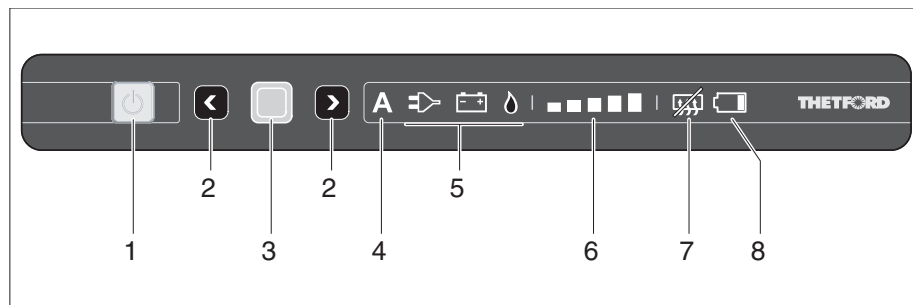

Fig. 337 Elementos de mando e indicación del frigorífico (Thetford sin SES)
- Presionar el pulsador (Fig. 337,1). El pulsador verde se enciende. Presionar de nuevo el pulsador para visualizar la configuración actual.
- Presionar el pulsador (Fig. 337,1) y retenerlo. Todas las luces de control se apagan.
Si se selecciona el funcionamiento automático, en el panel de mando se enciende el visualizador de funcionamiento automático (Fig. 337,4) y la mejor fuente disponible (Fig. 337,5).
- Pulsar la tecla de confirmación (Fig. 337,3) y retenerla. Los símbolos de modos de funcionamiento (Fig. 337,5) comienzan parpadear.
- Con las teclas de selección (Fig. 337,2) seleccionar el funcionamiento a gas y aceptar la selección con la tecla de confirmación (Fig. 337,3).
- Con las teclas de selección (Fig. 337,2) seleccionar el funcionamiento con 230 V y aceptar la selección con la tecla de confirmación (Fig. 337,3).
- Con las teclas de selección (Fig. 337,2) seleccionar el funcionamiento con 12 V y aceptar la selección con la tecla de confirmación (Fig. 337,3).
- Pulsar de nuevo la tecla de confirmación (Fig. 337,3). El visualizador de niveles de refrigeración (Fig. 337,6) comienza a parpadear.
- Con las teclas de selección (Fig. 337,2) seleccionar el nivel de refrigeración deseado y aceptar la selección con la tecla de confirmación (Fig. 337,3).